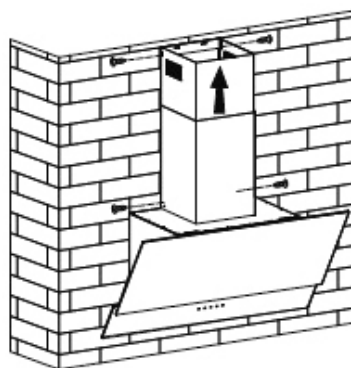

Imagen 6
6. Ajuste la altura de la chimenea interior a la posición de su soporte y fíjela con un tornillo. Consulte la Imagen 6.